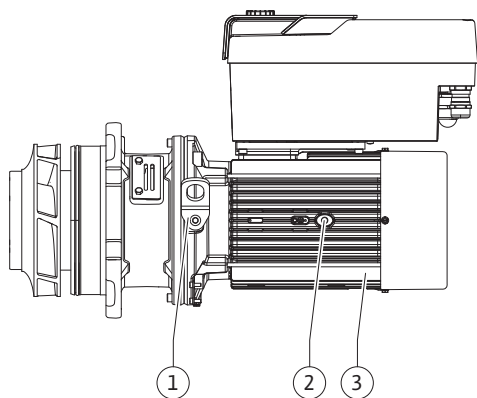

Fig. 98: Set di innesto
11. Pulire l'intaglio della lanterna e introdurre il nuovo O-ring (Fig. I, pos. 19).
13. Introdurre il set di innesto (vedi Fig. 98) nel corpo pompa nella posizione precedente o in un'altra posizione angolare desiderata. Attenersi alle posizioni di montaggio ammesse per i componenti (vedi capitolo "Posizioni di montaggio ammesse e modifica della disposizione dei componenti prima dell'installazione" [► 23]).
14. Si consiglia l'impiego dei perni di montaggio (vedi capitolo "Accessori" [► 19]). Quando la guida della lanterna ha fatto presa in modo evidente (ca. 15 mm prima della posizione finale) non c'è più alcun pericolo di ribaltamento o di inclinazione. Una volta fissato il set di innesto con almeno una vite (Fig. I/III, pos. 10 o Fig. III, pos. 29), è possibile rimuovere i mezzi di fissaggio dagli occhioni di trasporto.
- Avvitare le viti (Fig. I/III, pos. 10 o Fig. III, pos. 29), ma non serrarle ancora definitivamente. Mentre si avvitano le viti, il set di innesto viene tirato all'interno della pompa.